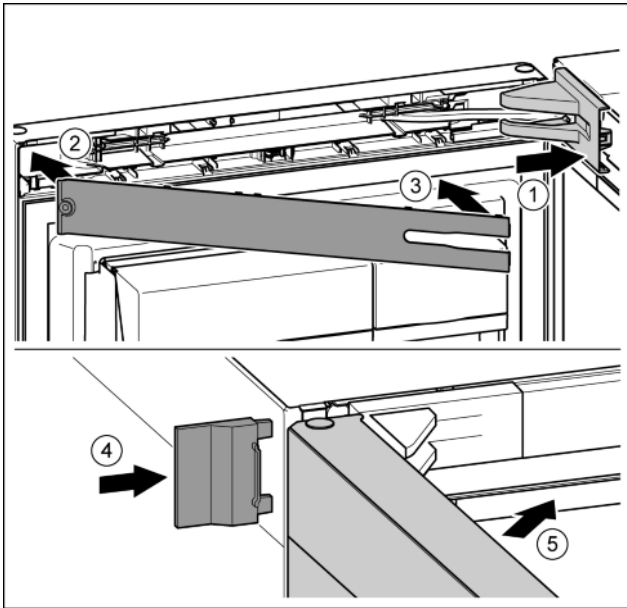

Fig. 24
- ▶ Poser et enclencher le cache du support de palier, l'introduire en appuyant délicatement. *Fig. 24 (1)*
- ▶ Poser le cache. *Fig. 24 (2)*
- ▶ Incliner le cache et l'enclencher. *Fig. 24 (3)*
- ▶ Enfiler le cache extérieur. *Fig. 24 (4)*
- ▶ Fermer la porte supérieure. *Fig. 24 (5)*